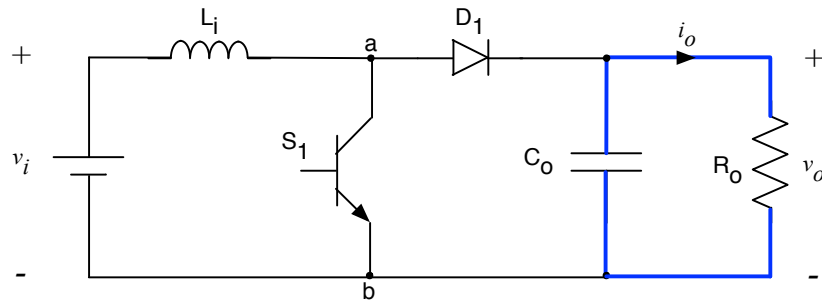

Figura 15 – Terceira etapa de operação do conversor Boost.
- Terceira etapa ($T_{IL=0}$ até T_s) - o interruptor S_1 e o diodo D_1 estão bloqueados. A carga é alimentada pelo capacitor de saída C_o . As correntes no indutor L_1 , no interruptor S_1 e no diodo D_1 são iguais a zero. A tensão v_{ab} é igual a tensão de entrada v_i . Esta etapa é mostrada na Figura 15.